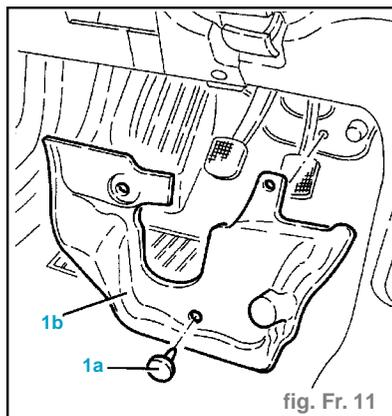

fig. Fr. 11
- Détacher le tuyau (3) de prise de dépression du servofrein.
- Détacher les tuyaux (4) du réservoir liquide freins-embayage au maître-cylindre, côté maître-cylindre.
- Débusser l'habitacle, déboîter les boutons en plastique (1a) et déposer la protection du pédalier (1b) (fig. Fr. 11).